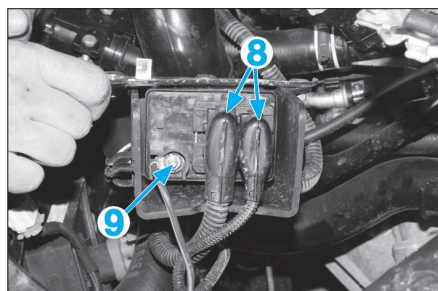

Fig. 19
- Débrancher les connecteurs (8) du boîtier de préchauffage et l'alimentation (9) (Fig.19).